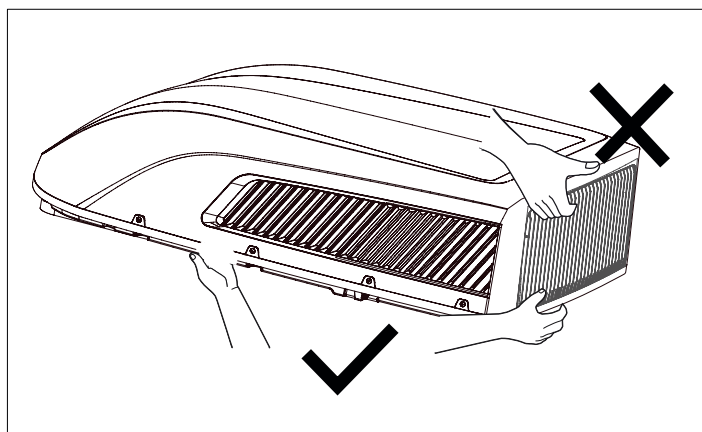

Figure 4-1
1) Lorsque vous retirez l'unité extérieure de son emballage, ne la soulevez pas par la grille de sortie d'air située à l'arrière du boîtier extérieur (voir Figure 4-1).